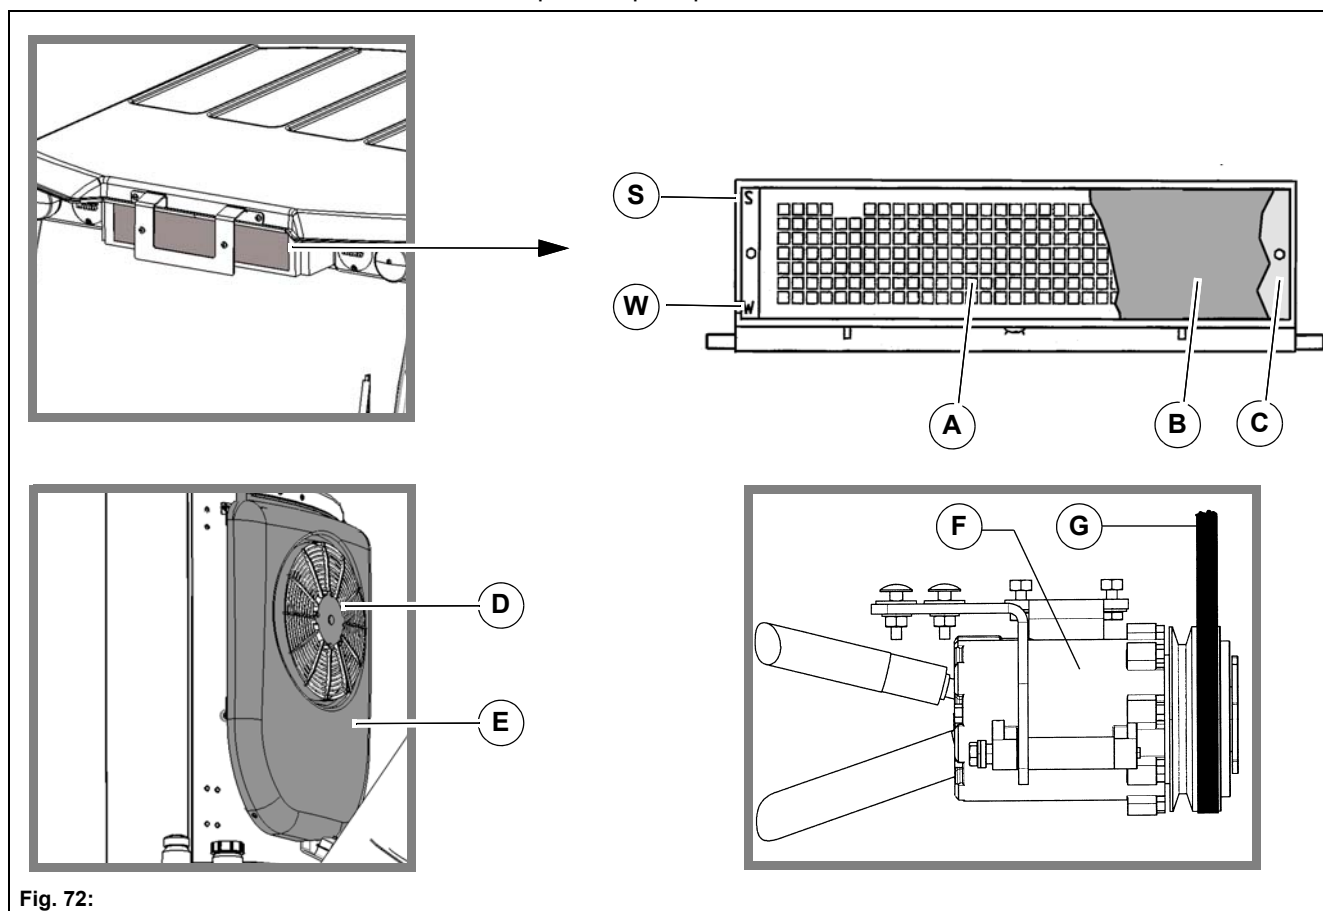

Fig. 72:
2. Desserrer les quatre vis de fixation de la grille de protection **Fig. 72-A** et retirer cette dernière.
3. Retirer et nettoyer le filtre à air de la cabine **Fig. 72-B**, le remplacer le cas échéant.
Placer la plaque perforée **Fig. 72-C** se trouvant derrière le filtre à air de la cabine de sorte que le repère pointe sur le « **S** ».
Contrôler toutes les 250 heures de fonctionnement que le condenseur **Fig. 72-D** de la climatisation ne soit pas encrassé et le nettoyer si nécessaire.
2. Desserrer les vis de fixation du couvercle **Fig. 72-E** en haut et en bas.
Contrôler toutes les 250 heures de fonctionnement la courroie trapézoïdale **Fig. 72-G** du climatiseur **Fig. 72-F** comme suit.